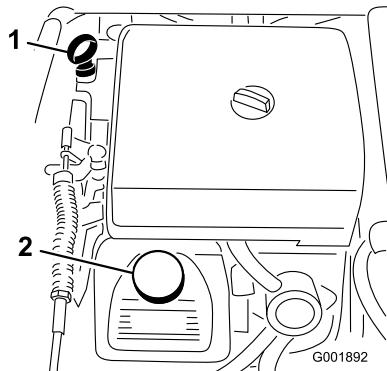

Bild 47
2. Nehmen Sie den Peilstab heraus und wischen Sie ihn mit einem sauberen Lappen ab (Bild 47). Stecken Sie den Peilstab in das Rohr und stellen Sie sicher, dass er vollständig eingeführt ist. Nehmen Sie den Peilstab heraus und prüfen Sie den Ölstand.
- Wenn der Ölstand niedrig ist, nehmen Sie den Deckel des Einfüllstutzens von der Ventilabdeckung ab (Bild 47) und füllen Sie Öl auf, bis der Ölstand die Vollmarke am Peilstab erreicht. Gießen Sie Öl langsam ein und prüfen Sie den Ölstand häufig während des Füllens. Füllen Sie nicht zu viel ein.
- Gießen Sie ungefähr 80 % der angegebenen Ölmenge langsam in den Öleinfüllstutzen (Bild 47).